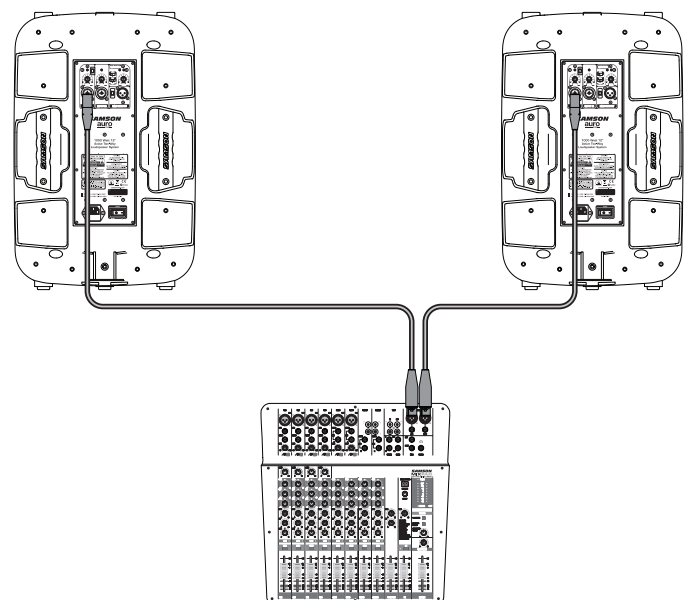

figure 4
5. Brancher le câble d'alimentation fourni sur l'Entrée d'Alim. Secteur située à l'arrière de l'enceinte. Brancher le câble d'alimentation dans une prise de secteur (figure 4).
8. Faire passer un signal audio provenant de votre table de mixage, ou parlez dans le micro (figure 4).